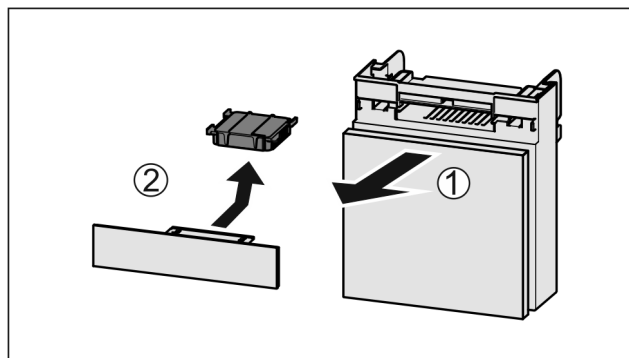

Fig. 170
- Dra ut Fig. 170 (1) lådan framåt.
- Ta ut Fig. 170 (2) aktivtkolfiltret.